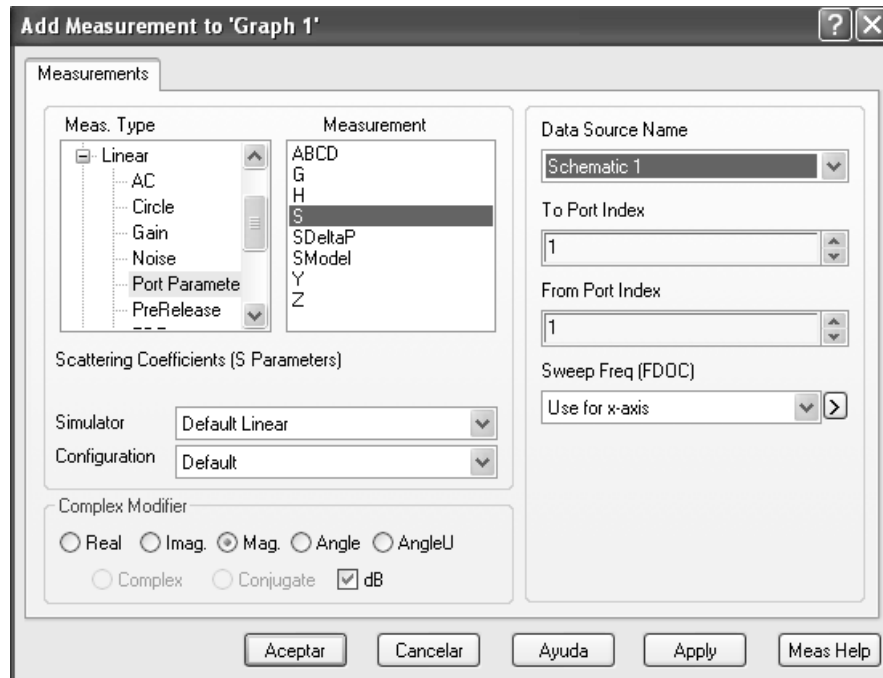

Figura 13 Selección de parámetros Microwave Office
4. Seleccione *Mag* (valor absoluto) como el valor mostrado en pantalla y *dB* como la unidad de trabajo, como se muestra la figura 13.